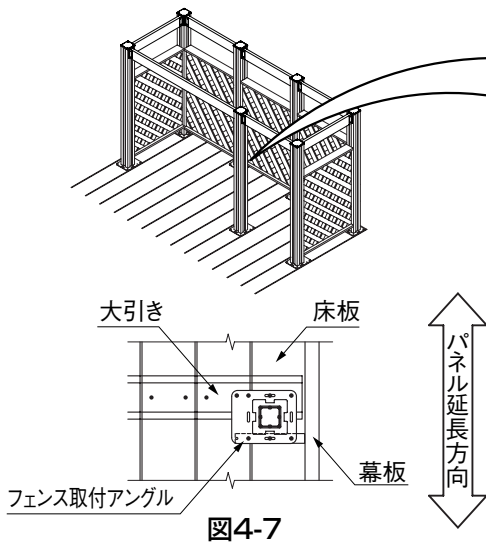

図4-7
- ネジの位置に大引きがある場合は、大引きとフェンス取付アングルまたはEX柱取付材を併用して取付けてください。(図4-7参照)
- ① 柱の使用部位と方向および桁の方向を確認し、桁連結金具1、2を組付けてください。
- ② ネジ止め位置に深さ20mmのφ2.5下孔をあけた後、[6]-①で桁連結金具を固定してください。